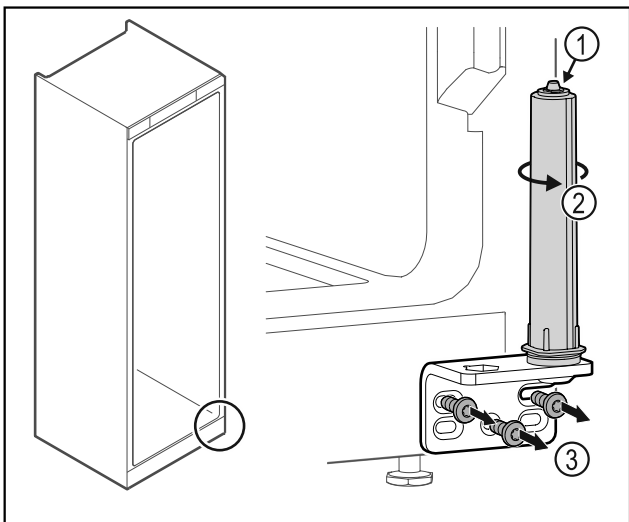

Fig. 31
- ▶ Mos e zbërtheni sistemin e mbylljes së derës Fig. 31 (1).
- ▶ Rrotulloni sistemin e mbylljes Fig. 31 (2) derisa të kërcasë.
- ▶ Lironi vidat e profilit të menteshës Fig. 31 (3).